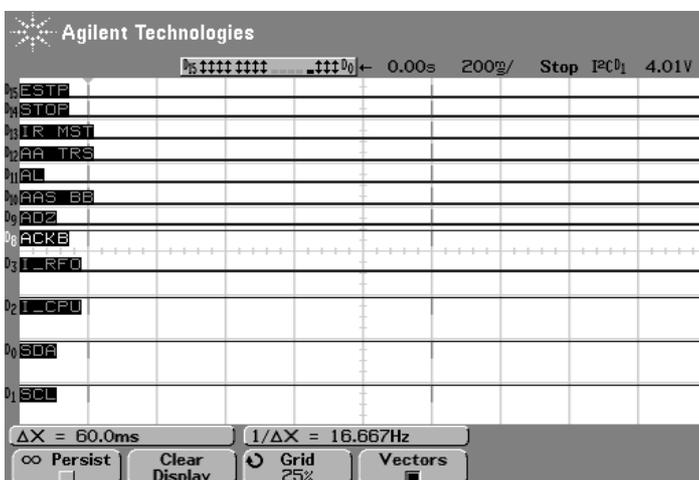
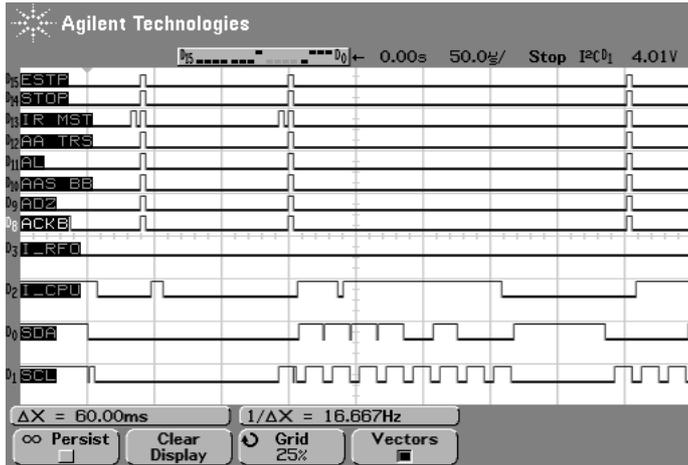
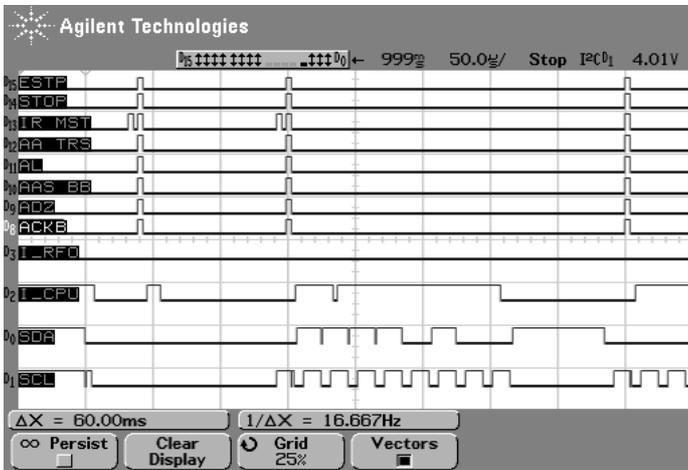

Bild 1 ^ „Fliegendreck“                      ^ Abstand = 1 Sekunde
Bild 2
Bild 3
So ( oder so ähnlich ) lautet ein Spruch der auf *Bild 1* zutrifft. D.h., einiges ist doch sehr deutlich zu erkennen. Wie z.B. die Zeile unter dem Schriftzug “Agilent Technologies”. Sie gibt den aktuellen Gerätestatus wieder. Das Gerät befindet sich im Logic Analyzer Modus. Von Links her betrachtet werden die aktuellen Signalpegel angezeigt: D15 ..... D0 ( D4 – D7 sind inaktiv ). 0.00s gibt den zeitlichen Abstand zwischen der Zeitreferenz und dem Triggerpunkt des aufgezeichneten Signals an. Im vorliegenden Fall liegen Triggerpunkt und die Zeitreferenz in Deckung. Die Zeitbasis ist auf 200ms pro Division eingestellt. Bei einer Anzahl von 10 Division werden somit insgesamt 2 sec aufgezeichnet. Getriggert wird auf die Startbedingung des I2C-Signals. Die Low-/High-Schwelle liegt bei 4,01V.
In *Bild 2* ist zu sehen, was in *Bild 1* nicht zu sehen ist. Durch einfachen Dreh am Oszilloskop wird das aufgezeichnete Signal um Faktoren gedehnt. Dank der hohen Speichertiefe auf eine zeitliche Auflösung von 50µs/ Division, was einem Faktor von 4.000 entspricht. Der vermeintliche “Fliegendreck” entpuppt sich also bei genauerem Hinsehen, als eine wohldefinierte Folge von Pegelwechseln der einzelnen Signalkanäle. Mit einem weiteren Knopf am Oszilloskop kann eine andere zu untersuchende Stelle ins Blickfeld gerückt werden. In *Bild 3* wird davon Gebrauch gemacht – der Triggerpunkt wurde gegenüber der Zeitreferenz um 999ms “nach links” verschoben, sodass nun das 2. Signalbündel betrachtet werden kann.
Abbildung 1 zeigt den schematischen Aufbau des Roboters. Drei gleichlange Aluminium-U-Profileschienen (1) sind zu einem gleichschenkligen Dreieck zusammengesraubt, das von drei Beinen (2) gleicher Länge getragen wird. In jeder Ecke des Dreiecks ist ein Schrittmotor (3) mit horizontal liegender Achse montiert und so ausgerichtet, daß er quer zum Schnittpunkt der Winkelhalbierenden des Dreiecks liegt. Auf jede Motorachse ist eine kleine Spule (4) geschraubt, an der das Ende einer Schnur (6) befestigt ist. Die anderen Enden der drei Schnüre sind in der Mitte des Dreiecks verknötet und tragen einen kleinen Elektromagneten (5). Die Länge der Schnüre sind so bemessen, daß jeder Punkt im Raum unterhalb des Dreiecks durch Auf- und Abwickeln erreicht werden kann. ([fig] ([fig] Triceps-Roboter) Zur Ansteuerung des Triceps-Roboters verwenden wir eine preisgünstige Schrittmotorensteuerung, die bei Conrad Elektronik bezogen wurde. Ein 24V-Netzteil mit 3A Leistung versorgt die Schrittmotorenkarte mit Energie. Die Karte erlaubt maximal 3 Schrittmotoren anzusteuern. Sie verfügt über eine Schnittstelle zum Standard-Parallelport und wird mit einem Drucker kabel direkt an einen PC angeschlossen. Aus Kostengründen beschränken wir uns auf den Transport von eisenmetallischen Teilen. Zum Tragen der Teile dient ein Elektromagnet aus einem 24V-Kleinrelais. Zur Ansteuerung der Spule erweitern wir die Schrittmotorenkarte mit einer kleinen Zusatzschaltung. Ihr Eingang wird mit der freien Parallelportleitung Pin14 (beim Druckerport ist Pin 14 das Autofeed-Signal) an der Centronicsbuchse auf der Motorenkarte verbunden. Die Versorgungsspannung entnehmen wir der Motorenkarte und sichern mit einer Feinsicherung gegen einen drohenden Kurzschluß ab.